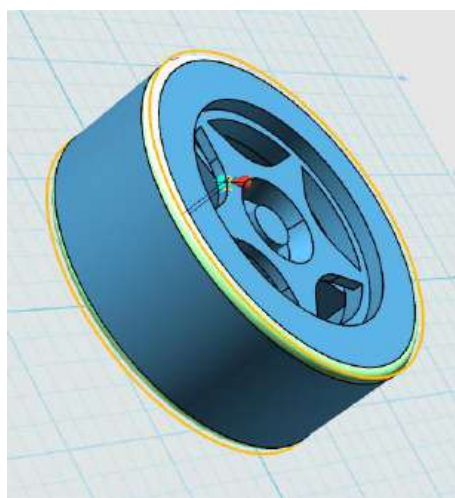
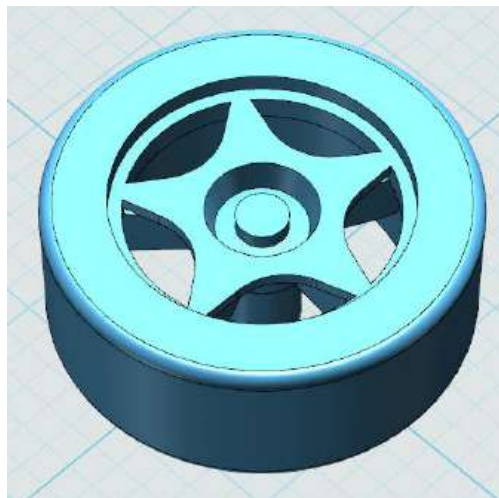

图 16-43
图 16-44
13. 点击特征造型，选择圆角命令，半径为 2。如图 16-43 所示。完成后如图 16-44 所示。